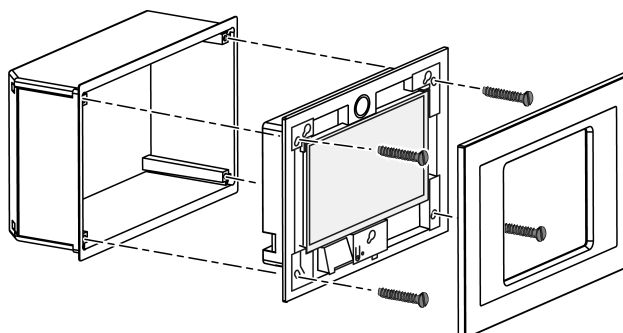

Imagen 3: Montaje en carcasa
- i** Recomendación: para una lectura cómoda móntese a la altura de los ojos. Para el montaje, utilizar la carcasa de montaje Control 9 (Imagen 3).